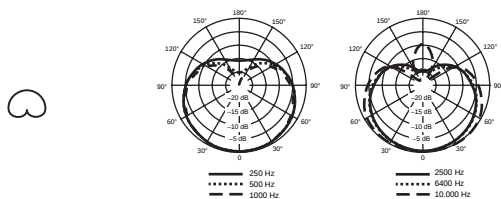

ABBILDUNG 3. TYPISCHE NIERENCHARAKTERISTIK
**Nierencharakteristik.** Ist am empfindlichsten für Schall direkt von vorne und hat geringste Empfindlichkeit für Schall von hinten. Die Nierencharakteristik ist die häufigste Einstellung für Live-Beschallungen. Die etwas breitere Abnahmecharakteristik eignet sich besser für die Abnahme außersaxialer Schallquellen. Siehe Abbildung 3.